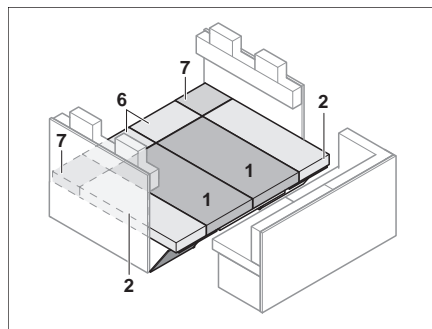

Fig. 139 Après la transformation
- Placer les coussins d'assise, les dossiers et les coussins supplémentaires comme montré en Fig. 139.